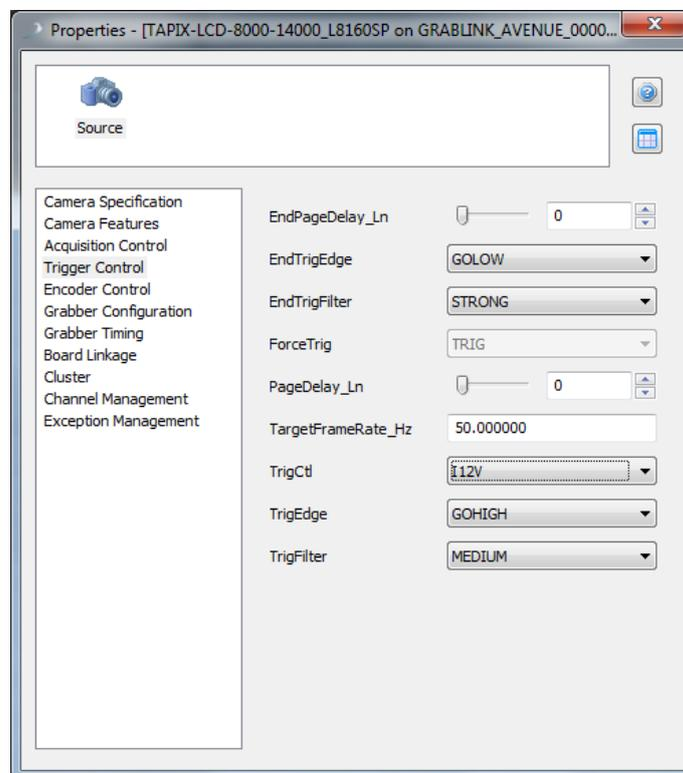

Figure 13 – Configuration de l'acquisition selon un signal externe
- Configurer l'acquisition des images en mode "PAGE" de telle sorte que le début des acquisitions commence sur le front descendant du signal fourni par le capteur de présence (mode "HARD"). Attention, ce capteur fournit une entrée de 12 V à la carte, il faut donc spécifier ce type d'entrée dans les paramètres avancés (Paramètres "Trigger Control" : TrigCtl = I12V, TrigEdge = GOLOW de la figure 13).